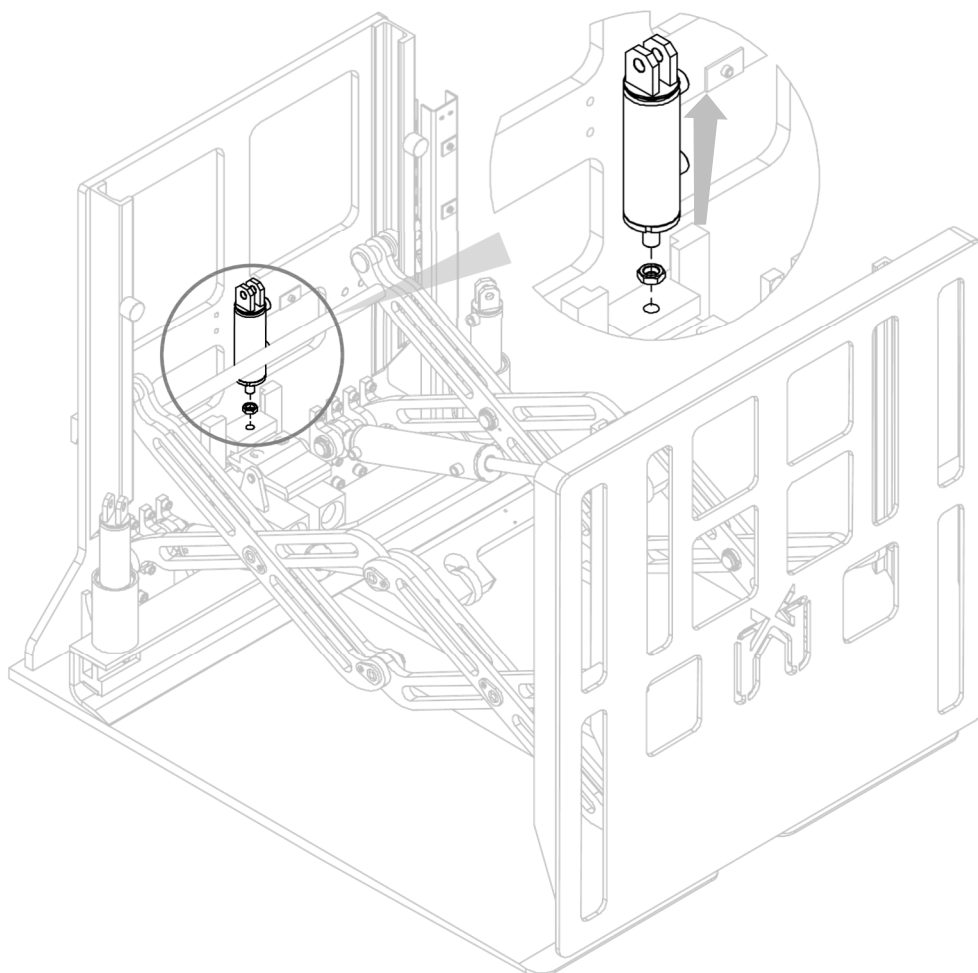

Figura 31
4. Extraer el cilindro después de desenroscar el vástago del gancho correspondiente (ver *Figura 31*).